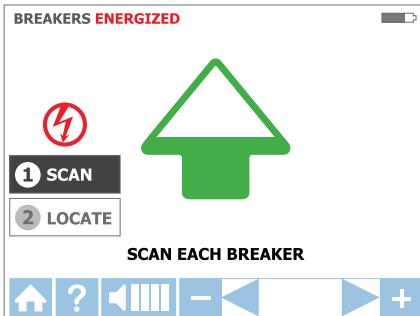

Abbildung 3.4b
- ① SCANNEN** – Jeden Unterbrecher/jede Sicherung eine halbe Sekunde lang abtasten. Der Empfänger zeichnet die Signalpegel auf.
- ② LOKALISIEREN** – Panel durch langsames Führen des Spitzensensors über jeden Unterbrecher/jede Sicherung erneut abtasten. Der Empfänger zeigt den Unterbrecher/die Sicherung mit dem stärksten aufgezeichneten Signal an.
- 3. Schritt 1 – ① SCAN:**
- a. Das Gerät startet automatisch im **① SCAN**-Modus – siehe Abbildung 3.4b.